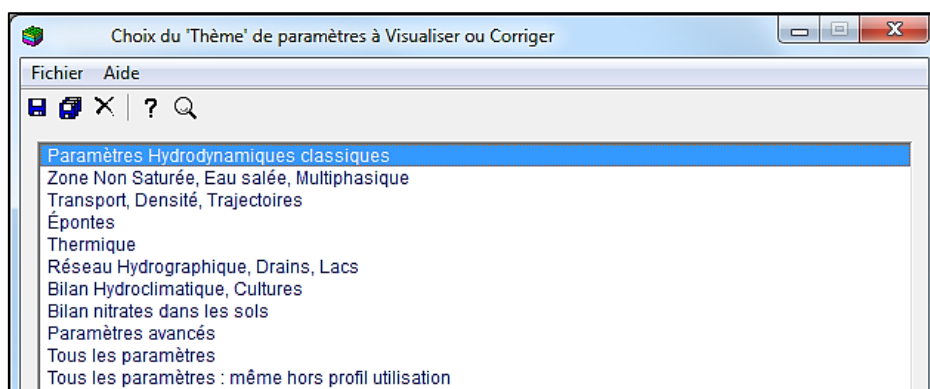

Figure 74 – Sélection d'un « Thème » pour les actions à modifier.
- On voit alors apparaître la même boîte de dialogue (Figure 74) pour choisir un « Thème » et visualiser les actions existantes dans ce thème.